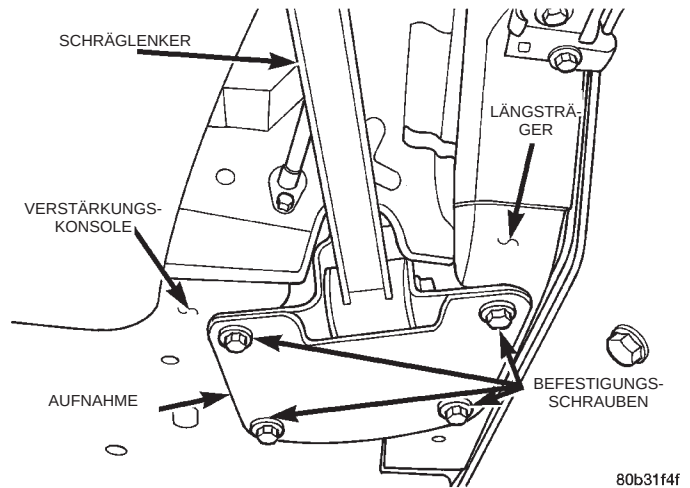

Abb. 28 Befestigung an der Aufnahme
(4) Die vier Schrauben lösen, mit denen der Schräglenker an der Aufnahme am Längsträger befestigt ist (Abb. 28).
(5) Schräglenker mit seiner Aufnahme vom Fahrzeug abbauen.
(6) Die Schraube lösen, mit der der Schräglenker an der Aufnahme befestigt ist.
(2) Schräglenker und vordere Aufnahme im Fahrzeug montieren und mit vier Schrauben an Längsträger und Verstärkungskonsole befestigen (Abb. 28). Die vier Schrauben mit einem Anzugsmoment von 60 N·m (45 ft. lbs.) festziehen.